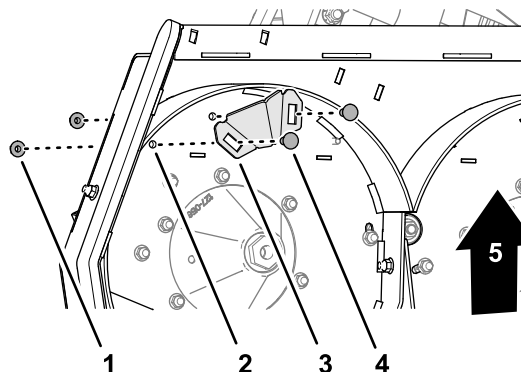

Figure 39
4. Sur le côté inférieur droit du plateau de coupe, retirez les 2 boulons de carrosserie ($\frac{3}{8}$ " x 1") et les 2 contre-écrous à embase ($\frac{3}{8}$ ") qui fixent le kicker au plateau, et déposez le kicker (Figure 39).
5. Insérez 2 vis à embase ($\frac{3}{8}$ " x 1") dans les trous de 10 mm du plateau de coupe (Figure 39) et fixez les vis avec 2 contre-écrous à embase ($\frac{3}{8}$ ") que vous avez retirés à l'opération 4.